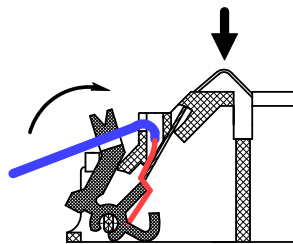

Рисунок 3
- ввести в канал провод и зафиксировать его, поджав кнопку- зажим до упора (см. рисунок 3);
- проверить надежность соединения для чего необходимо надавить на изгиб контакта, имитируя нажим датчиком (см. рисунок 3) и потянуть провод на себя;
- завести провод в паз, расположенный на кнопке-зажиме (см. рисунок 3).